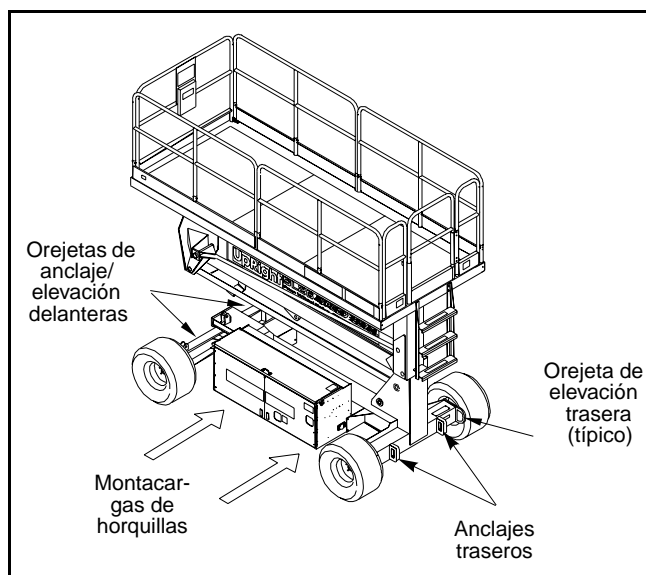

Figura 5: Transporte de la plataforma de trabajo
Levantar desde el lateral del chasis colocando las horquillas bajo los módulos del chasis (Figura 5).
Asegurar las correas sólo a las orejetas de elevación (Figura 5).
- Asegurar la plataforma al vehículo de transporte con cadenas o correas de una capacidad de carga adecuada, y sujetas a las orejetas de anclaje del chasis (Figura 5).